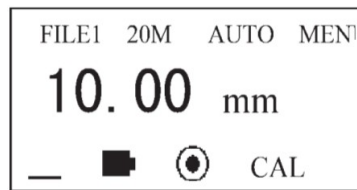

Abbildung 20
- b. Drücken Sie „←“, um in das Hauptmenü zu gelangen, wie in Abbildung 20 dargestellt.
- Drücken Sie „←“, um in das Hauptmenü zu gelangen, wie in Abbildung 20 dargestellt.